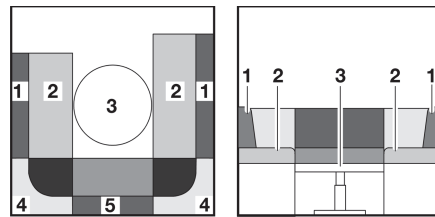

Fig. 70 Durante la transformación
- Extraer los cojines del respaldo (Fig. 70,1, 4 y 5).
- Colocar el cojín adicional (Fig. 71,6) entre los cojines del asiento (Fig. 71,2) sobre la mesa (Fig. 70,3).